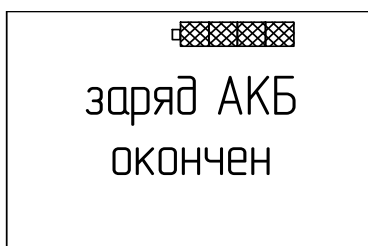

Рисунок 3.9 – Режим окончания заряда батареи аккумуляторной
- по окончании заряда на графическом дисплее индикатора отобразится сообщение «заряд АКБ окончен». Значок уровня заряда батареи аккумуляторной будет заполнен (рисунок 3.9);